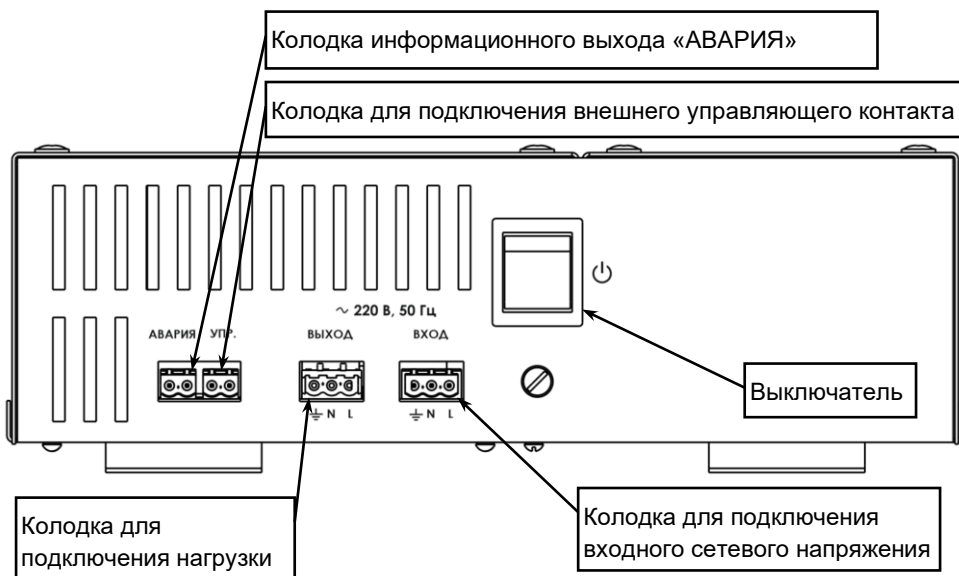

Рисунок 2 — Вид изделия со стороны подключения
Включение изделия осуществляется выключателем  (см. рисунок 2). Клеммы колодки «УПРАВЛЕНИЕ» должны быть замкнуты внешним управляющим контактом или перемычкой (см. рисунок 3). После включения изделие в течение 20 секунд тестирует состояние входного сетевого напряжения, индикатор «РЕЗЕРВ» светится. Если уровень сетевого напряжения находится в допустимом диапазоне, изделие подключает нагрузку к источнику сетевого напряжения, индикатор «РЕЗЕРВ» гаснет, индикатор «ОСНОВНОЙ» включается. В противном случае изделие питает нагрузку от АКБ (режим «РЕЗЕРВ»).
- Включить изделие выключателем (см. рисунок 2).